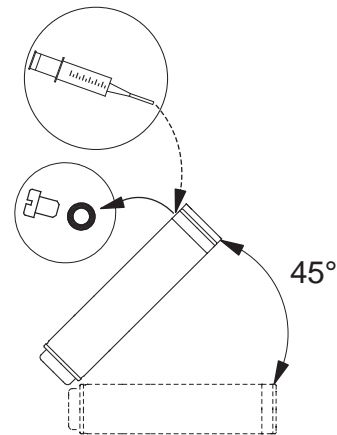

Рис. 7 Положение электродвигателя при заполнении – MS 6000
- В случае если электродвигатель поставляется со склада, необходимо проверить уровень жидкости электродвигателя перед его монтажом на насосной части. См. рис. 7.
- При проведении сервисных работ уровень необходимо проверять. См. рис. 7.
1. Расположите погружной электродвигатель, как показано на рис. 7. Заливочное отверстие должно быть в верхней точке двигателя.
3. С помощью специального шприца заливаете в электродвигатель жидкость, пока она не начнёт вытекать через заливочное отверстие. См. рис. 7.